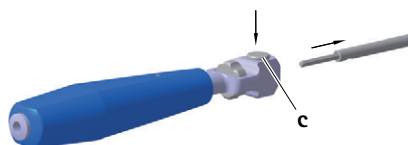

Fig. 2
- Presser le bouton poussoir **c** et retirer le manche **1**, voir Fig. 2.